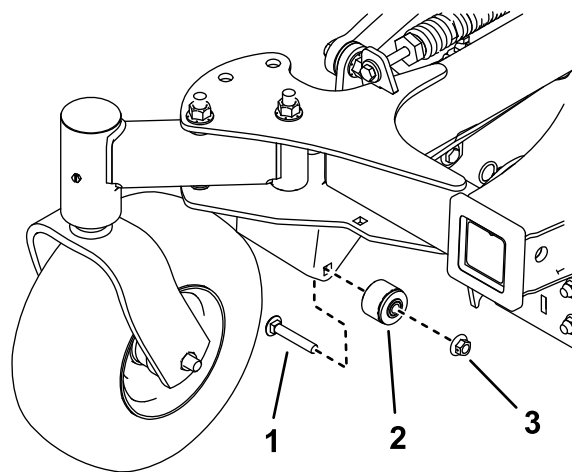

Figure 25
9. Déposez les deux bagues (Figure 25).